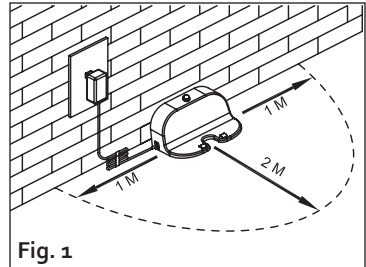

Fig. 1
2. Assurez-vous de laisser un espace libre d'au moins 1 m à gauche et à droite de la station de charge. Prévoyez également un espace libre de 2 m devant la station de charge (Fig. 1). À défaut, il se peut que l'aspirateur ne retrouve pas la station de charge lorsqu'il doit se recharger.